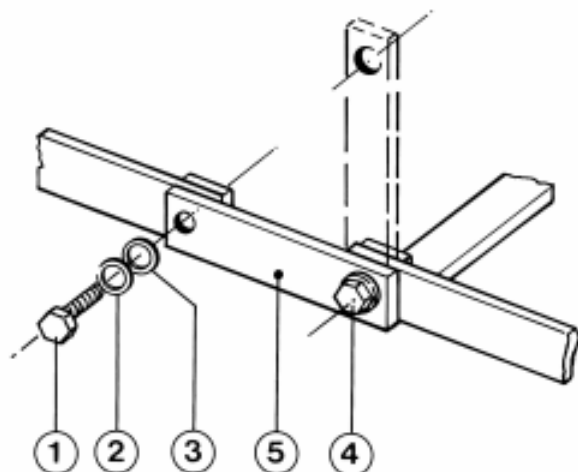

Fig. 18 Giunzione della sbarra di terra
5.5.4.3. Giunzione sbarra di terra (fig. 18 -19)
5.5.4.3. Earthing busbar connection (figs. 18 -19)